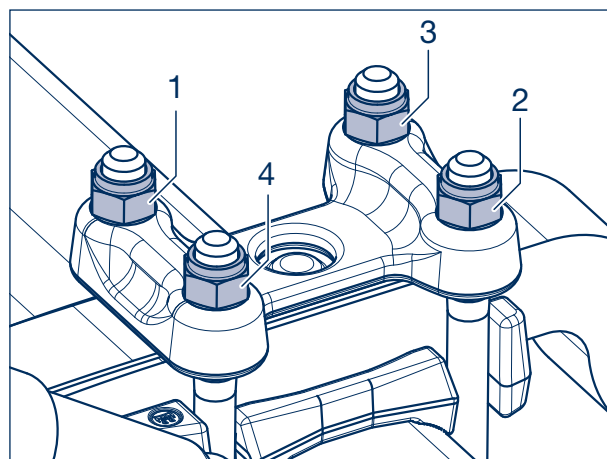

Bild 18
- ! [28] Sicherungsmuttern (1057, SW 32) (1330, SW 36) mit einem Drehmomentschlüssel über Kreuz in der Reihenfolge 1-2-3-4 (siehe Bild 18) anziehen.